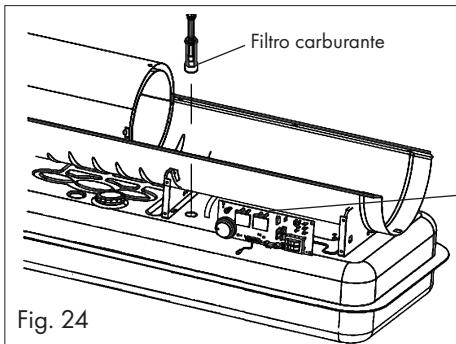
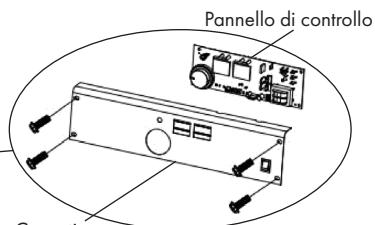

Fig. 24
Fig. 25
- Rimuovere il coperchio del pannello di controllo, vedere fig. 25
- Rimuovere il tubo flessibile del carburante dal filtro del carburante (H).
- Estrarre il filtro del carburante (H) dal serbatoio, vedi Fig. 24